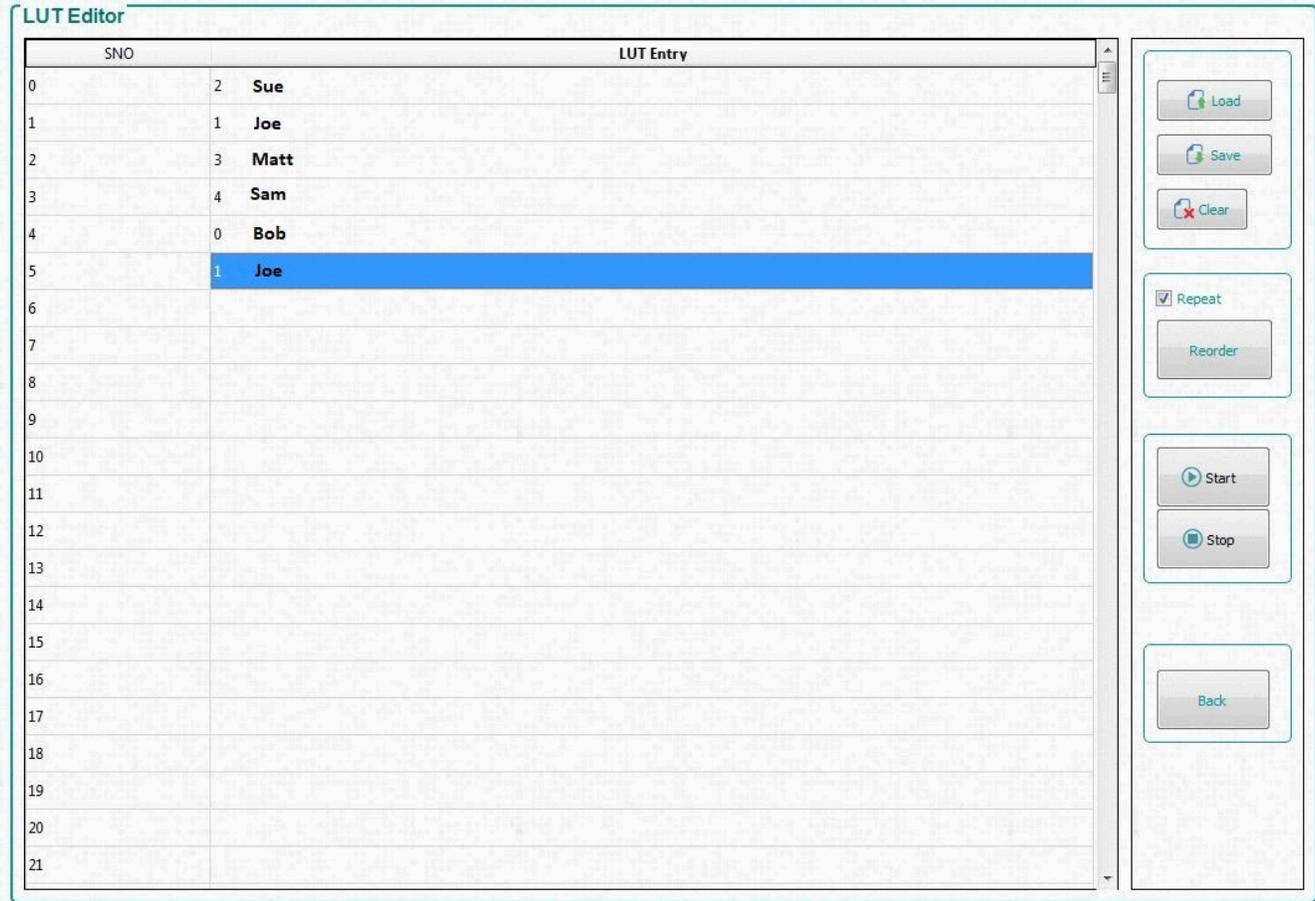

図 6-12. [LUT Editor] パネル
[LUT Editor] パネルを 図 6-12 に示します。ここで、「SNO」(シーケンス番号)というラベルの付いた列は、図 6-11 に示す [Pattern Design] タブの ([Update LUT] をクリックした後の) 順序設定に従うパターン表示スロット番号を表します。次に、好きなパターン番号を [LUT entry] 列の行に手動で入力するか、図 6-13 に示すように「Reorder」という単語の後に必要なパターン スロットの番号が記載されているテキスト ファイルをロードして、これらのパターンの順序を変更できます。
7. 図 6-12 に示すように、[Edit LUT] ボタンをクリックして [LUT Editor] パネルを開きます。このパネルは、最初は空の [LUT Entry] 列で開きます。
8. パターンの順序を変更するには、図 6-12 に示すように [LUT Entry] の行 1 に「2」を入力してから「1」、「3」、「4」、「0」、「1」と順に入力します。
GUI インターフェイスを使用するとき、各パターンには、元の LUT 順序で挿入されたスロットに対応する複数の情報の項目が含まれます。したがって、パターンの順序を LUT 内の別のスロットに変更すると、元の割り当てビット情報、タイミング (露出時間とダークタイム)、LED の色、トリガ情報は保持されますが、LUT 内で再割り当てされたスロットにある情報は保持されません。たとえば、図 6-11 でパターン 3 にユーザーの実行を開始するトリガ入力が含まれており、図 6-12 に示すようにスロット 2 に順序を変更した場合、トリガ入力は LUT のスロット 0 ではなく、スロット 3 にあります。
[Edit LUT] 機能については、図 6-11 のパターンの上を示されているように、各パターンに名前を付けて、野球の打順のように考えると理解しやすくなります。[SNO] 列にあるスロットの順序の番号は新しい打順で、[LUT Entry] 列に挿入されるパターンは打者だと考えてください。たとえば、Bob は打順が何番でも、バッティングに関するデータ (ビット情報、タイミング、色、トリガ) は変化しないので、元の打順である 1 番 (図 6-11 のスロット 0) から、新しい打順の 5 番 (図 6-12 で順序が変更された LUT エントリ 4) に移動されても、Bob のプロパティは変化しません。唯一の違いは、Bob の前にいる 4 人の打者 (パターン) (Sue, Joe, Matt, Sam) の打順が終了するまで、Bob の打順にならない (表示されない) ことです。この例で、新しい打順では Joe が 2 回打席に立つ (SNO 2 と 5) ことにも注目してください。Joe は 1 人しかいませんが、新しい打順では 2 回打席に立ちます。同様に、元のパターンリスト内のパターンは、DLPC900 のメモリ内のパターンを追加または削除することなく、順序が変更された表示 LUT 内で、多くの場所で表示可能です。したがって、システム メモリについては、LUT が変更されるのは [Update LUT] 機能を使用したときだけで、図 6-11 の [Edit LUT] (順序変更) 機能では変更されません。